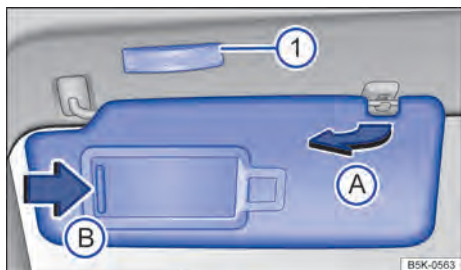

Fig. 85 Para-sol.
- Retirando o para-sol cuidadosamente do suporte segurando a base de fixação e virando na direção das portas → Fig. 85 (A).
No para-sol rebatido para baixo encontra-se um espelho de cortesia atrás de uma cobertura. Ao abrir a cobertura → Fig. 85 (B) uma lanterna se acende (1).